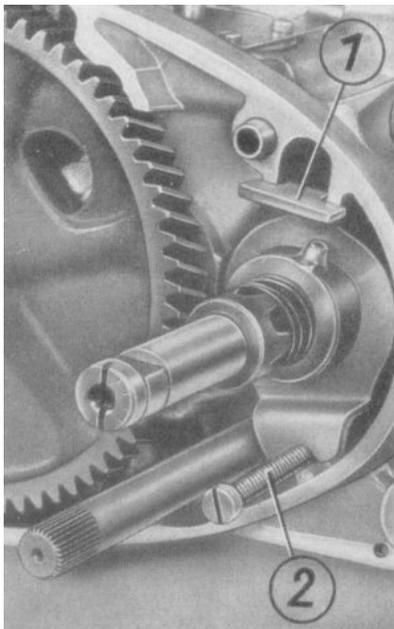

Bild 81. Richtige Lage des Nockenbleches
1. Druckfeder (2) - Federkraft 1,5 kp - auf die Kickstarterwelle (1) schieben.
2. Mitnehmer (3) und Nockenblech (4) auf das Nutprofil stecken - Einbaulage siehe Bild 81.
3. Anlaufscheibe (5) aufstecken.
4. Die Bohrung des Kickstarrades (6) einfetten und 24 Lagernadeln (7) 2,5 x 19,8 I TGL 15518 (Abmaß möglichst minus 5,5 µm und alle Nadeln gleiches Abmaß) einlegen.
5. Kickstarrad und Anlaufscheibe (8) aufschieben und mit Sprengring (9) befestigen.
6. Kickstarterfeder mit dem zum Mittelpunkt der Feder abgelenkten Ende in die Bohrung (10) der Kickstarterwelle einsetzen.
Wie im Bild 81 gezeigt wird, das Nockenblech mit der Nase (1) in das Gehäuse einsetzen. Die Befestigungsschraube (2) hält das Blech im montierten Zustand unten fest.
Nur der Übersicht halber wurde im Bild 81 der Gehäusedeckel nicht mit aufgesetzt.